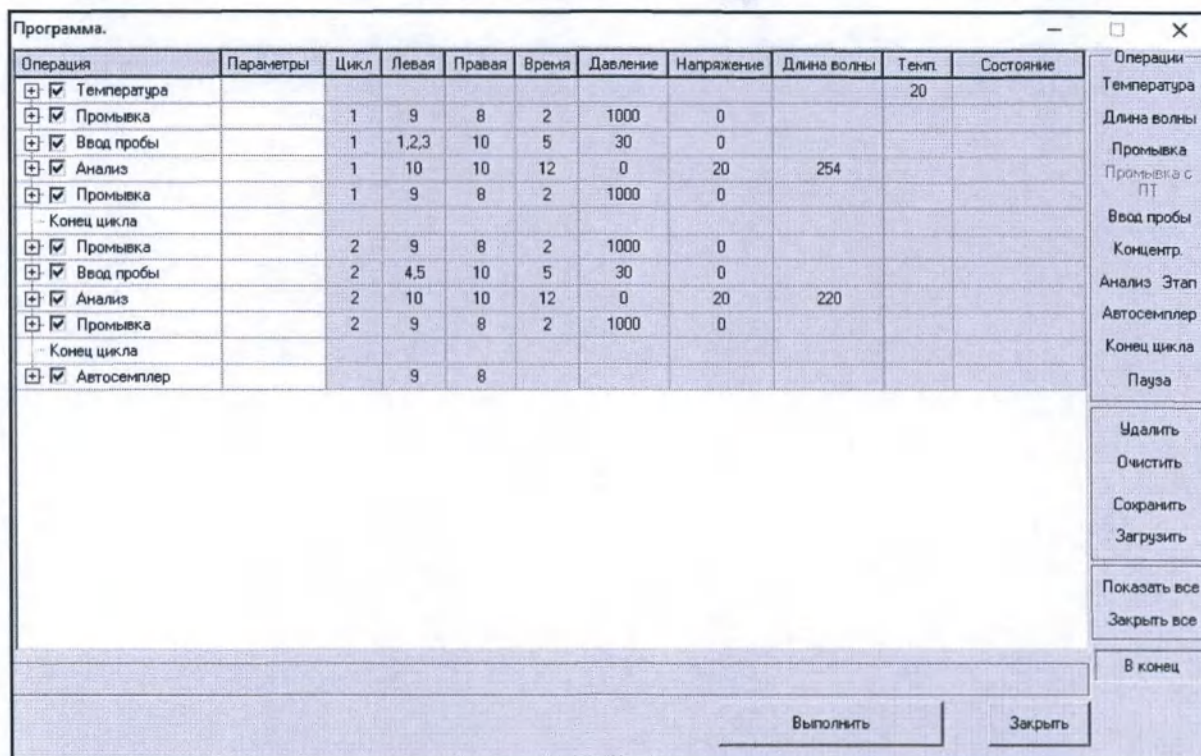

Рисунок 44 – Программа, содержащая два цикла
4.2 Несколько циклов в программе (рисунок 44)